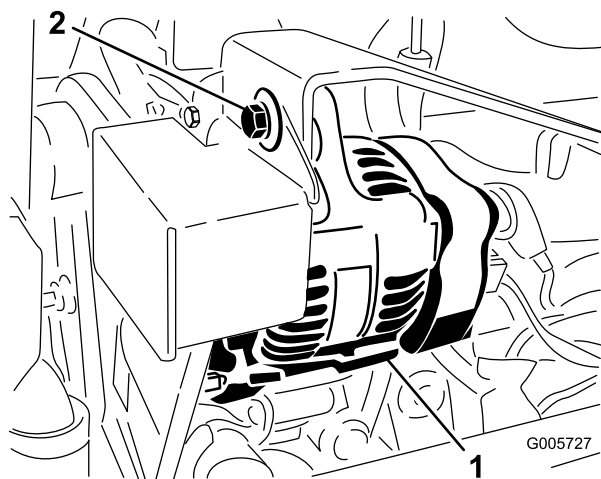

Figura 65
2. Una tensión correcta permitirá una desviación de 10 mm al aplicar una fuerza de 44 N a la correa (Figura 65), en el punto intermedio entre las poleas.